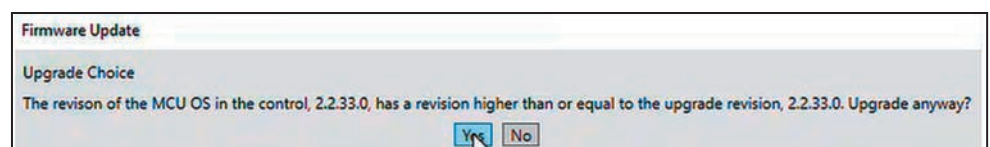

Figura 45. La ventana de diálogo de Actualización de Firmware para el control SDA-4540R2.
**PASO 13.** Cuando alguno de los componentes de software instalados en el control tenga el mismo número de versión o uno superior al de las versiones que se están descargando, se abrirá un mensaje similar al que se muestra en la ventana de diálogo Upgrade Choice (Opción de Actualización). S&C recomienda hacer clic en el botón **Yes** a menos que un representante de S&C indique lo contrario. Ver Figura 45.